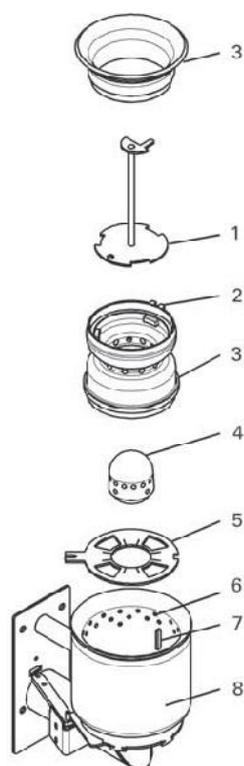

Fig. 120 BioWIN 100
- Estrarre il konus con l'apposito attrezzo – Fig.120, 122 e 124.
- Sollevare la griglia circolare con l'apposito attrezzo da sotto e toglierla – Fig.120, 122 e 124.
- \_ Inserire la griglia circolare, l'appendice di questa deve incastrarsi perfettamente nella maniglia di scuotimento attraverso l'apertura della tazza bruciatore (solo BioWIN 100/150) – Fig.120, 122 e 124.
- \_ Inserire il konus nella tazza usando l'attrezzo apposito, le scanalature del konus devono inserirsi nell'arresto del bruciatore – Fig.120, 122 e 124.